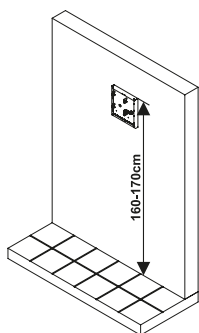
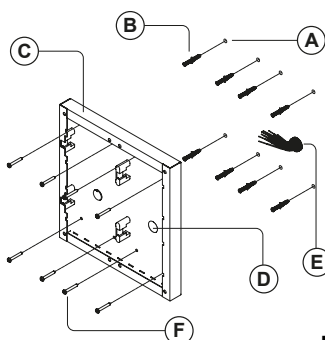

Fig. 40
Fig. 41
- Plaats de oppervlaktekast tegen de muur (165-170cm tussen de bovenzijde van de kast en de vloer zoals getoond in **Fig. 40**) en teken de bevestigingsgaten voor de muurpluggen en het gat voor de kabels af **(E) (fig. 41)**. Neem de richting van de kast met de scharnier links;
- Zoals getoond in **Fig.41**, boor de bevestigingsgaten **(A)**, voer de muurpluggen in **(B)** en voer de kabels **(E)** door de kastopening **(D)**, bevestig de kast **(C)** aan de muur met de schroeven **(F)**;
- Bescherm de bevestigingsgaten van het steunframe van de module tegen stof en bouw de kast in de muur in (165-170cm tussen de bovenzijde van de kast en de vloer, zoals geïllustreerd in **Fig. 40**). Voer de kabels **(E)** (**Fig. 41**) door een eerder gerealiseerd gat in de kast. Neem de richting van de kast waar en zorg ervoor dat de scharnier links is. Let erop dat het profiel van de kast in lijn ligt met het profiel van de afgewerkte muur;